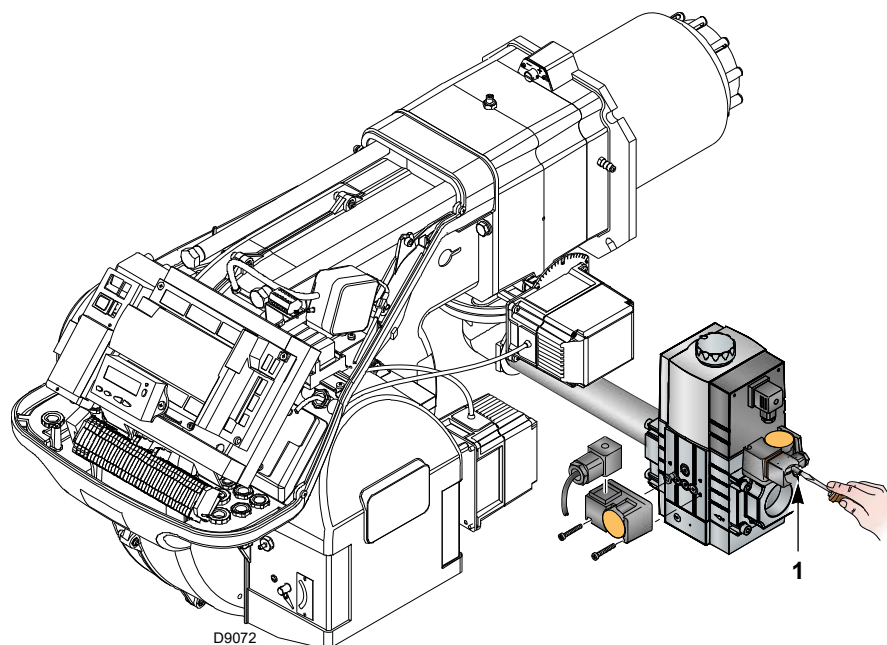

Fig. 25
- Contrôler la pression d'alimentation du gaz en raccordant un manomètre sur la prise de pression 1)(Fig. 25) du pressostat gaz seuil minimum : elle doit être inférieure à la pression maximale admise de la rampe gaz figurant dans la plaque
- Purger l'air des tubes de la rampe gaz, en raccordant un tube en plastique sur la prise de pression 1)(Fig. 25) du pressostat gaz seuil minimum. Porter le tube de purge à l'extérieur de l'édifice jusqu'à sentir l'odeur du gaz.